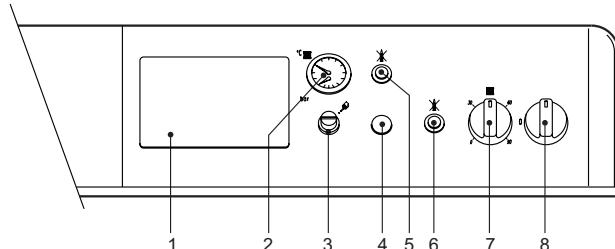

fig. 1
- Placer l'interrupteur de la chaudière "8" sur la position 1 (fig. 1).
- Si la chaudière est équipée d'un module électronique thermostatique, monté en position 1 (fig. 1), l'utilisateur devra tenir compte également des instructions fournies par le constructeur de ce dernier.
Tourner le bouton 7 (fig. 1) dans le sens des aiguilles d'une montre pour augmenter la température de l'eau de chauffage, dans le sens contraire pour la faire diminuer. La température peut être modulée de 30 °C mini à 90 °C maxi. Il est toutefois conseillé de ne pas faire fonctionner la chaudière au dessous de 45 °C.
Programmer à l'aide du thermostat d'ambiance la température souhaitée à l'intérieur des pièces. Commandée par le thermostat d'ambiance, la chaudière s'allume et l'eau est amenée à la température fixée par le thermostat de réglage de la chaudière 7 (fig. 1). Lorsque la température désirée dans les pièces est atteinte, le générateur s'éteint.
La pression de remplissage, lire sur l'hydromètre de la chaudière (rep. 2, fig.1), lorsque l'installation est froide, doit être d'environ 1,0 bar. Si au cours du fonctionnement de l'installation, la pression baisse (à cause de l'évaporation des gaz contenus dans l'eau) à des valeurs inférieures au minimum précité, l'utilisateur devra rétablir la valeur initiale à l'aide du robinet de charge. Refermer toujours le robinet de remplissage à la fin de l'opération.